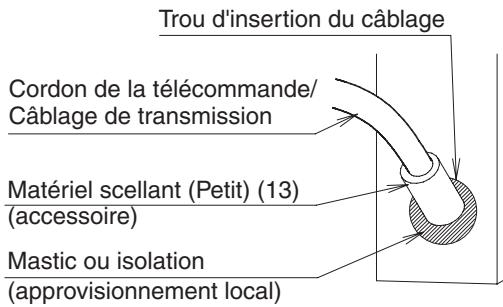

Fig. 24
- Après le raccord du câblage, assurez-vous de bien coller le matériel scellant (petit) (13) au trou d'insertion du câblage, afin d'empêcher que l'eau ne s'infiltre dans l'unité intérieure. (**Reportez-vous à la Fig. 24**)